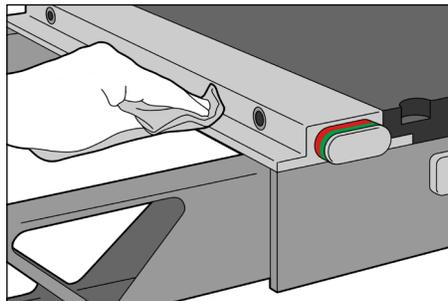

図 2
2. ラッチ外側の糸くずまたは残渣を拭き取ります。(図 2)